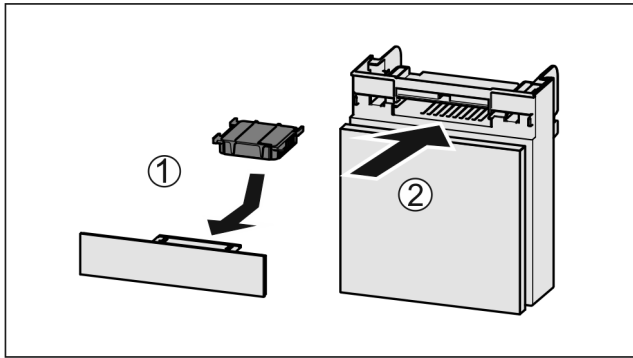

Fig. 176
- ▶ Вставити фільтр з активованого вугілля за малюнком Fig. 176 (1).
- ▶ Вставити відділення Fig. 176 (2).